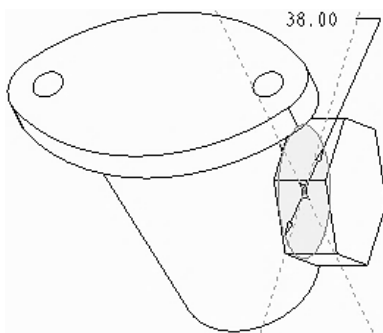
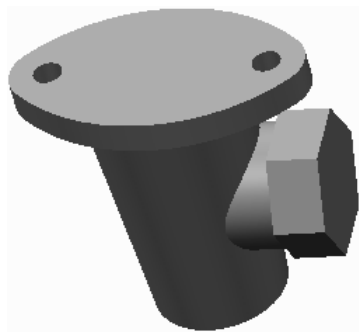

图 6-68 绘制圆草图
图 6-69 完成拉伸圆柱特征
(2) 单击【拉伸】按钮，点选 DTM1 基准面为草绘平面，绘制直径为 38.00 的圆，如图 6-68 所示，指定厚度为【拉伸至下一曲面】，单击按钮完成拉伸圆柱特征的创建，如图 6-69 所示。